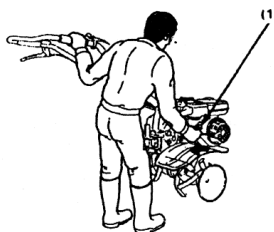

Fig. 13 (1) Mâner de pornire
- 5) Trageți ușor de mânerul starterului până când se simte rezistență și apoi trageți-l cu putere. (Fig. 13)